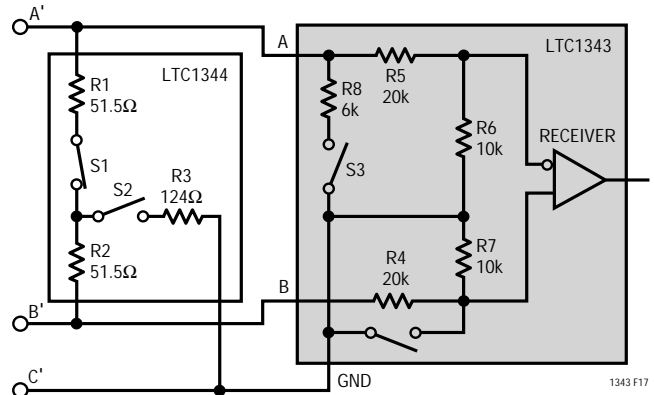

図17. V.11レシーバ構成
V.11モードでは図17に示すとおり、103 差動終端インピーダンスをケーブルに接続するLTC1344内のS1を除く、すべてのスイッチがオフになります。